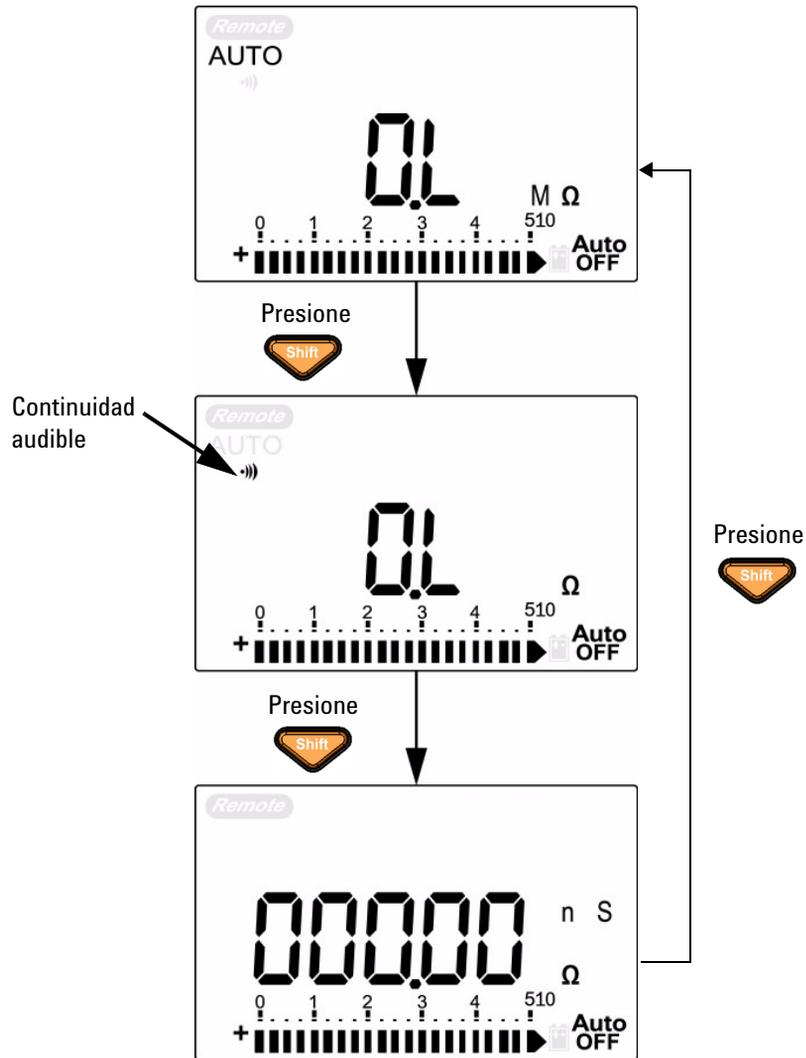

Figura 2-8 Prueba de resistencia, conductancia y continuidad audible.
- 1 Presione  para desplazarse por las pruebas de resistencia, conductancia y continuidad audible, tal como se muestra en la **Figura 2-8**.